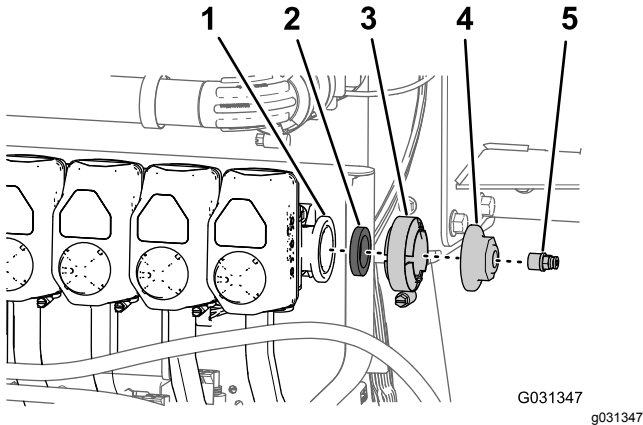

Bild 183
1. Nehmen Sie die Schlauchkupplung vom Deckel am Flansch am rechten Ende des Düsenventils 10 ab (Bild 183).
2. Nehmen Sie die Flanschklemmen, die Dichtung und den Enddeckel vom Düsenventil 10 ab (Bild 183).